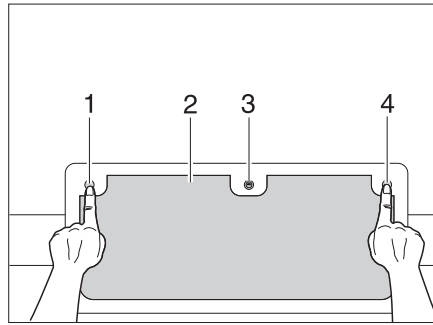

Fig. 29 Serrure de portillon avec boutons, fermée
- Insérer la clé dans le barillet (Fig. 29,3) et la tourner d'un quart de tour.
- Enfoncer les trois boutons-poussoirs (Fig. 29,1, 3 et 4).
- Fermer entièrement le portillon extérieur (Fig. 29,2), jusqu'à ce qu'il se verrouille de manière audible.
- Insérer la clé dans le barillet (Fig. 29,3) et la tourner d'un quart de tour. La serrure est verrouillée.